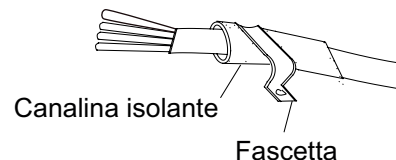

Fig.38
Dopo aver fatto passare il cavo di comunicazione, fissarlo con la fascetta (Fig.38).
- ① . Stringere il cavo di alimentazione sulle rispettive morsettiere mediante le viti. Un collegamento non corretto può provocare un incendio.
- ② . Un collegamento improprio dei cavi di alimentazione causa danni al condizionatore.
- ③ . Collegare il cavo di comunicazione dell'Unità Interna in base ai segni corrispondenti, come mostrato in Fig.38.
- ④ . Realizzare il collegamento di Terra su entrambe le Unità Interna ed Esterna.
- ⑤ . L'Unità deve essere provvista di collegamento di Terra, in conformità con i regolamenti e la normativa nazionale e locale in vigore.